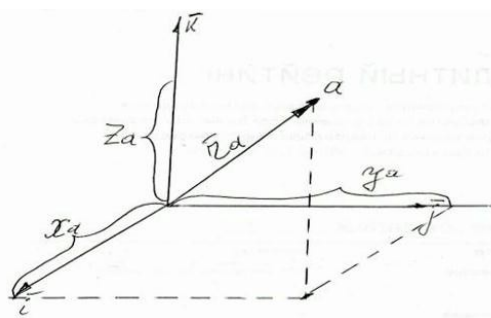

рис.64
- Конечно, важно знать уравнение для *радиус-вектора R(t)*. Но мы можем сам *радиус-вектор* разложить на его составляющие по осям *прямоугольных декартовых координат* (рис.64), и тогда уравнение для *радиус-вектора R(t)* можно заменить тремя уравнениями: